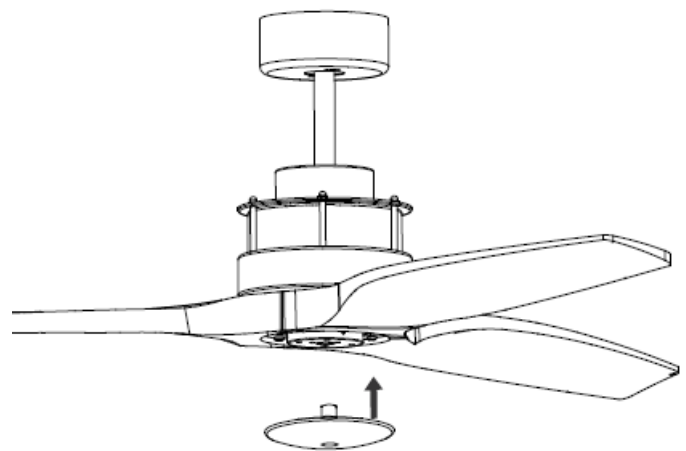

Abb. 9
- Befestigen Sie abschließend die Abdeckung für die Unterseite durch das Drehen im Uhrzeigersinn am Gehäuse des Beleuchtungssatzes. Abb. 9